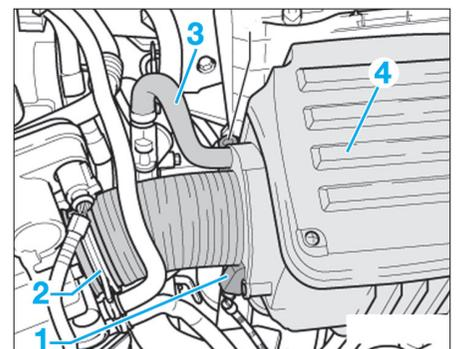

Fig. 73
- Débrancher le connecteur électrique (1) du corps de filtre à air ainsi que la conduit (2) et la durit (3) adjacent et déposer le boîtier (4) (Fig.73).